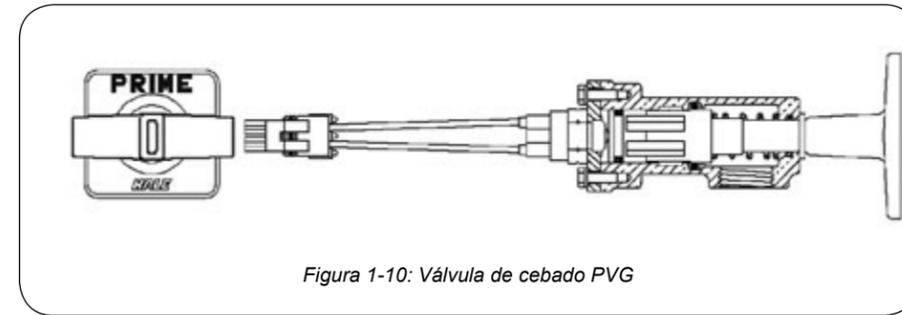

Figura 1-10: Válvula de cebado PVG
2. **La válvula de cebado PVG Hale** (Figura 1-10) está montada en el panel del operador de la bomba. La válvula PVG es una combinación de válvula e interruptor. Cuando se tira de la manilla de la válvula PVG, esta se abre y el interruptor energiza el motor del cebador. El empujar la manilla desenergiza el motor y cierra la válvula.